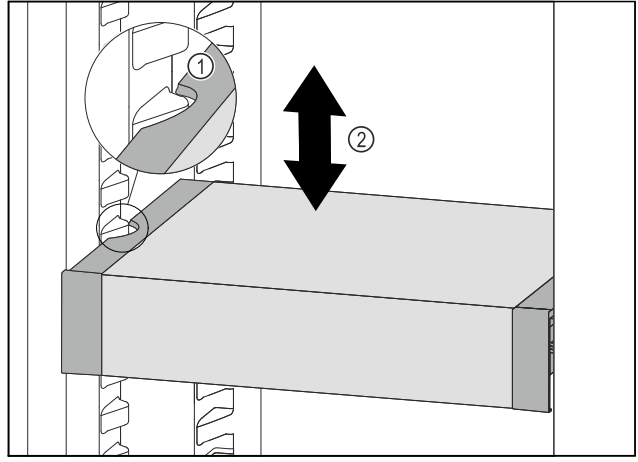

Fig. 127
- VarioSafe çekmecesini, VarioSafe çekmecesinin yandaki boşlukları soğutma bölümündeki yerleştirme çıkıntıları yüksekliğine gelene kadar öne doğru çekin. Fig. 127 (1)
- Soğutma bölümünde VarioSafe çekmecesini, istediğiniz yüksekliğe ulaşana kadar yukarı veya aşağı hareket ettirin. Fig. 127 (2)